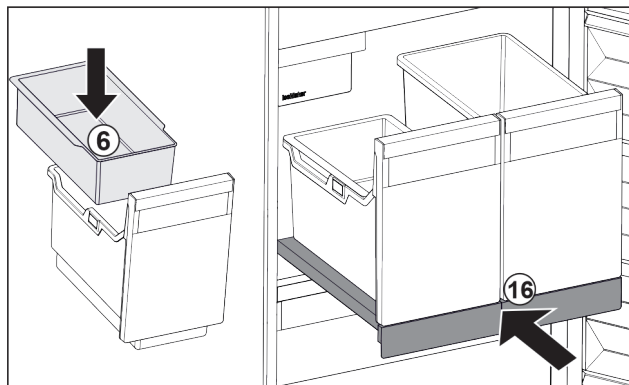

Fig. 176
- ▶ Inserire la vaschetta da agganciare Fig. 176 (6) per i cubetti di ghiaccio.
- ▶ Inserire il ripiano estraibile con il contenitore (IceTower). Fig. 176 (16)